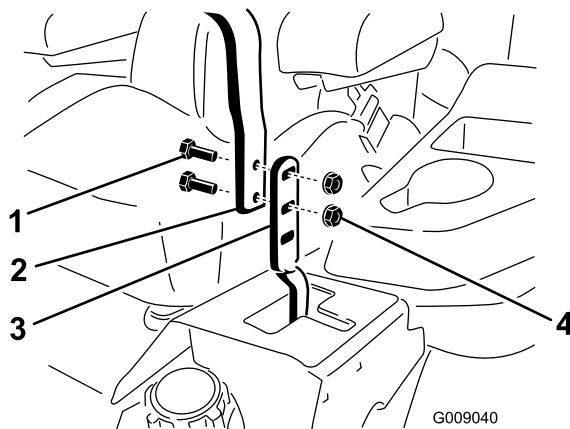

Figura 84
3. Allentate i bulloni e i dadi delle flange montati sulle leve (Figura 84).
4. Allineate le leve latitudinalmente portandole assieme in FOLLE, fatele scorrere finché non sono allineate e serrate i bulloni (Figura 84).